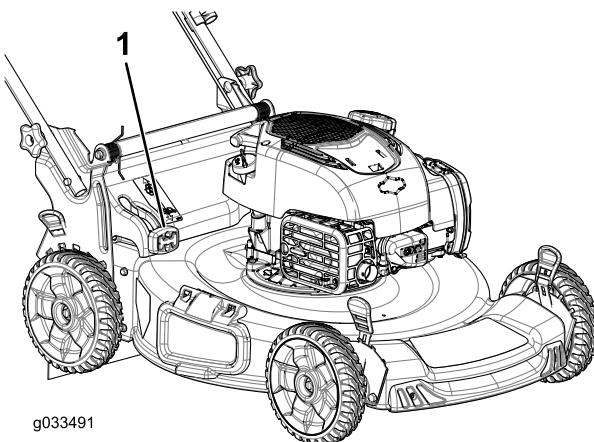

Рисунок 25
- Для сбора скошенной травы и листьев в мешок нажмите кнопку на рычаге сбора в мешок и двигайте рычаг вперед, пока кнопка на нем не вернется в исходное положение (Рисунок 25).